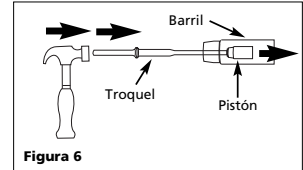

Figura 6
3. Si el pistón está atascado, desarme el barril del alojamiento. Utilice el troquel para empujar el pistón a través del barril (Vea la figura 6).